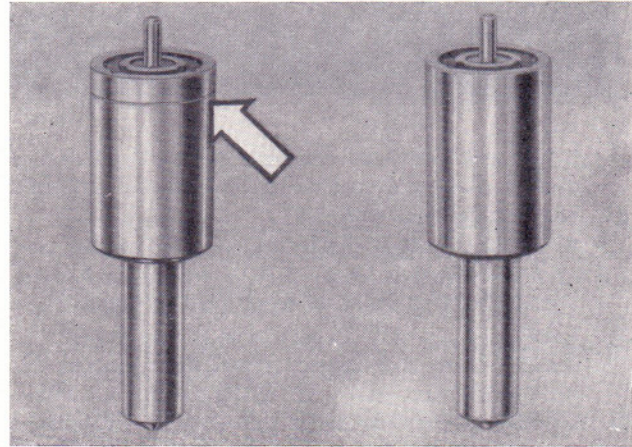

Bild 152
- Einspritzdüsen des Typs SE 170-66-11 und SE 162-46-11 sind regenerierungsfähig. Einspritzdüsen dieses Typs, die am Düsenkörper eine Schleifrinne aufweisen, sind nicht mehr regenerierungsfähig und müssen verschrottet werden (Bild 152).